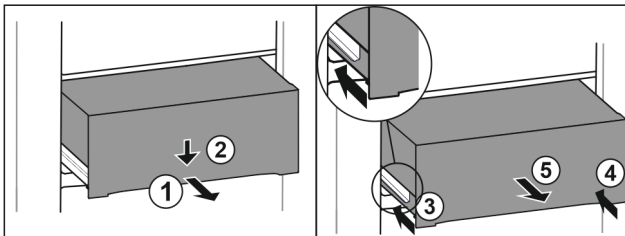

Fig. 91
- ▶ Изтеглете чекмеджето наполовина. Fig. 91 (1)
- ▶ Натиснете надолу чекмеджето от предната страна. Fig. 91 (2)
- ▶ Вкарайте лявата релса приблизително 2 см навътре. Fig. 91 (3)
- ▶ Вкарайте дясната релса приблизително 2 см навътре. Fig. 91 (4)
- ▶ Извадете чекмеджето напред. Fig. 91 (5)